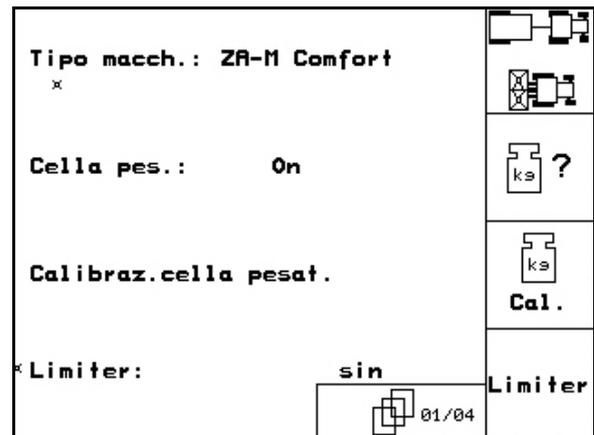

Fig. 35
**Pagina 1** **Dati base (Fig. 35):**